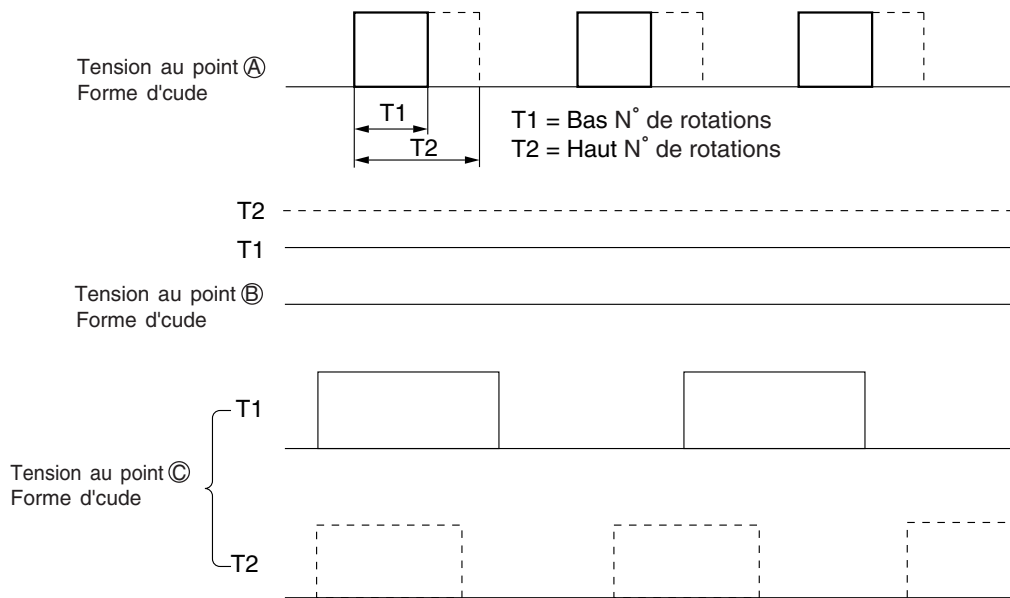

Fig. 6-2
- Pour le point A, une pulsation de PWM (modulation d'impulsions en largeur) de 15,7 kHz sera émise de la broche 40 du microprocesseur, comme indiqué sur la Fig. 6-2. La plage d'impulsions variera en fonction des différentes vitesses de commande.